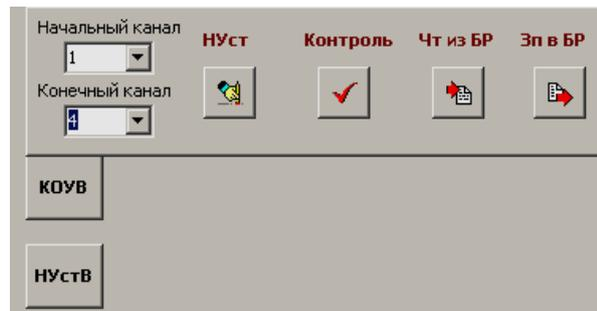

Рисунок 4.15
4.8.1 Выбрать начальный и конечный каналы для записи (рисунок 4.15).
4.9.1 Выбрать начальный и конечный каналы для чтения (рисунок 4.15).